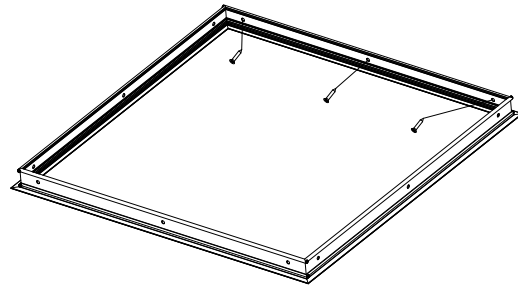

Figure 2
**2** Placer les ensembles de brides pour cloisons sèches assemblés dans leurs trous et les fixer à l'aide des vis autotaraudeuses à tête fraisée ST4.2\* 30. (Voir figure 2.)